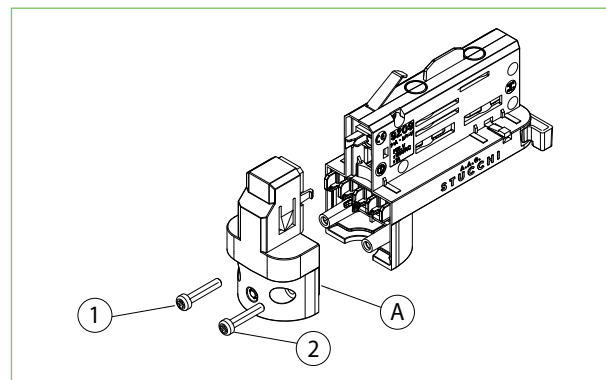

Fig. 2 Chiusura dell'adattatore
Una volta cablato e fissato l'apparecchio all'adattatore, chiuderlo con il rispettivo coperchio (A) utilizzando le due viti (1 e 2). Coperchio e viti sono fornite con l'adattatore (fig.2).